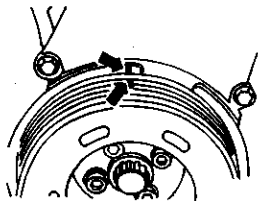

图 2-59 第一缸上止点
- 4) 转动曲轴 V 带轮上的标记到第一缸上止点标记,如图 2-59 所示。